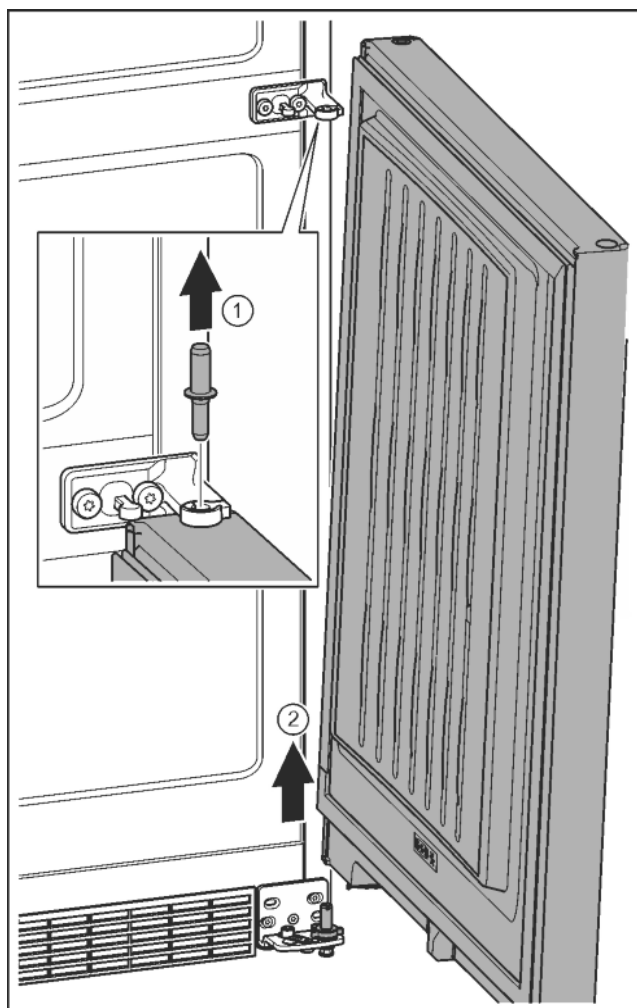

Fig. 12
- ▶ Bouten vanaf de bovenkant eruit trekken. *Fig. 12 (1)*
- ▶ Deur naar buiten draaien, naar boven trekken en aan de zijkant stellen. *Fig. 12 (2)*